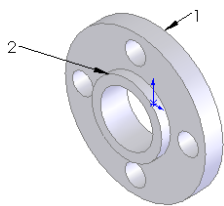
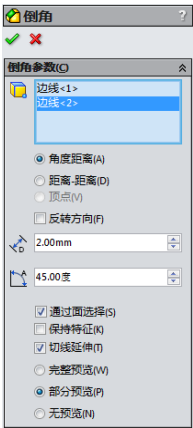
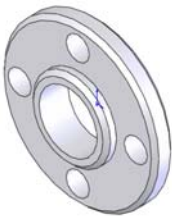

图 4-55 切除拉伸的图形
图 4-56 “倒角”属性管理器
图 4-57 倒角后的图形
**15** 设置视图方向。单击“标准视图”工具栏中的“等轴测”图标, 将视图以等轴测方向显示，结果如图 4-55 所示。
**16** 创建倒角。在菜单栏中选择“插入”→“特征”→“倒角”命令，或者单击“特征”工具栏中的“倒角”图标按钮, 此时系统弹出如图 4-56 所示的“倒角”属性管理器。在“距离”一栏中输入 2mm；在“边和线或面”一栏中用光标选择图 4-55 中的边线 1 和边线 2。单击属性管理器中的“确定”按钮图标, 结果如图 4-57 所示。